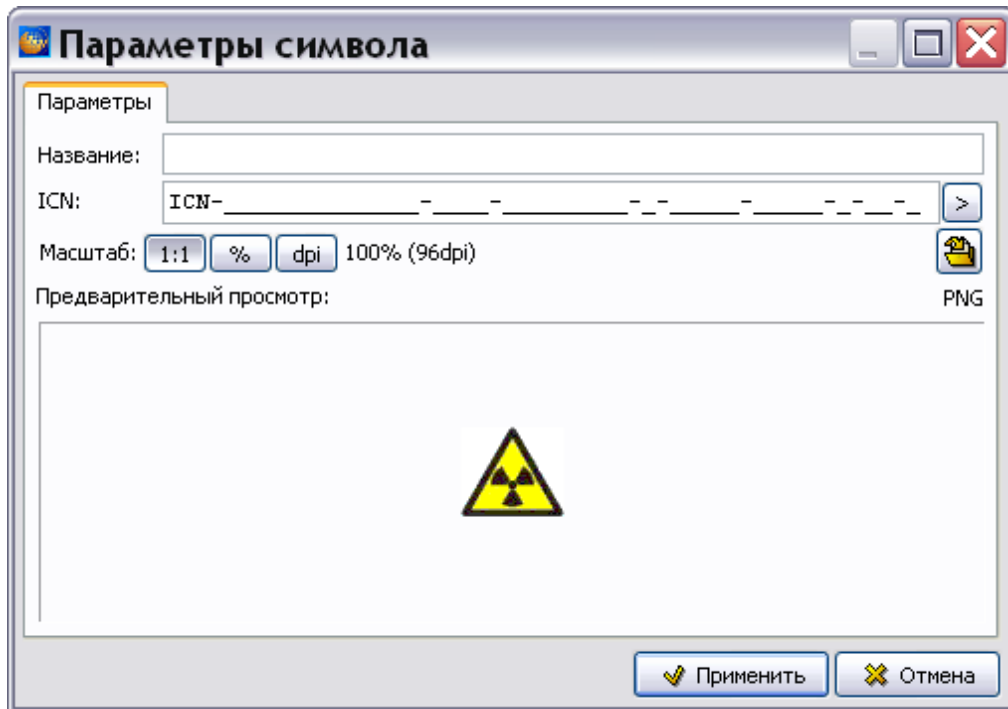

Рисунок 298
3) В появившемся окне **Параметры символа** отредактируйте значения масштаба и разрешения (DPI) так же, как делали это при вставке графического символа из файла (рисунок 298).